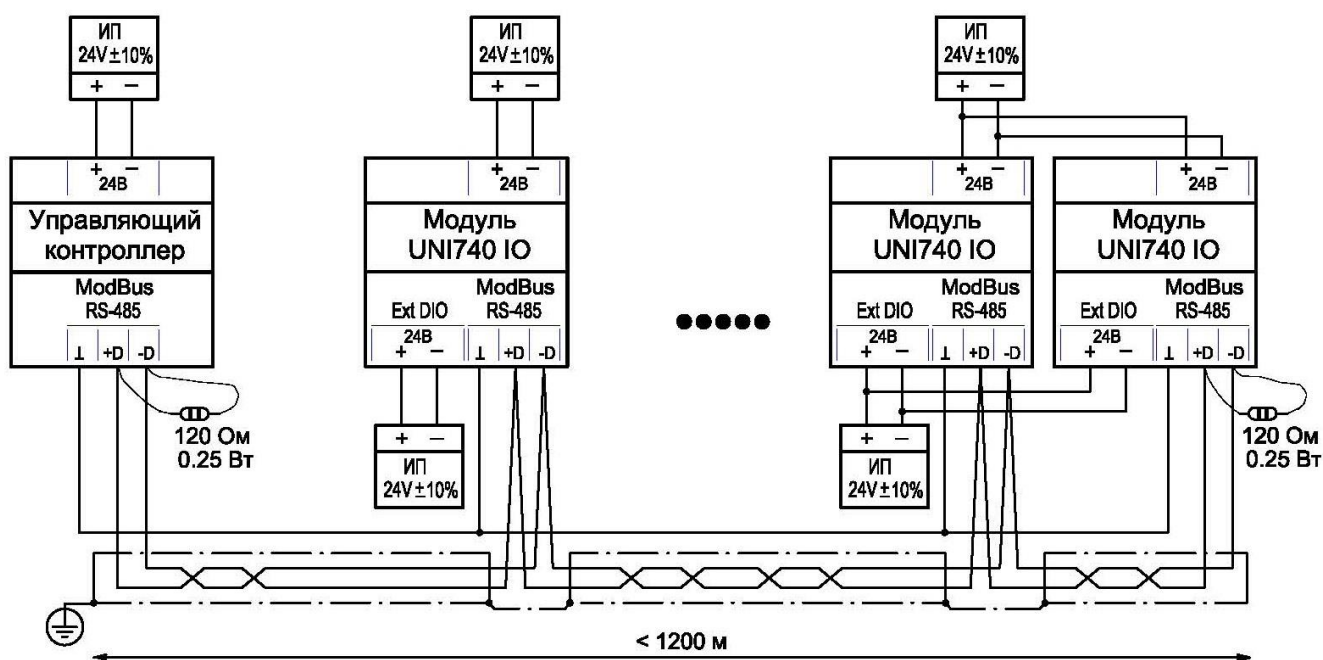

Рис. 8.4.1. Модуль ввода/вывода UNI740IO. Схема подключения цепей питания и интерфейса RS-485
- 8.4 Электроподключения необходимо выполнять в соответствии с электросхемой щита автоматики и управления с учетом нижеприведенных схем подключения (Рис.8.4.1-8.4.7).